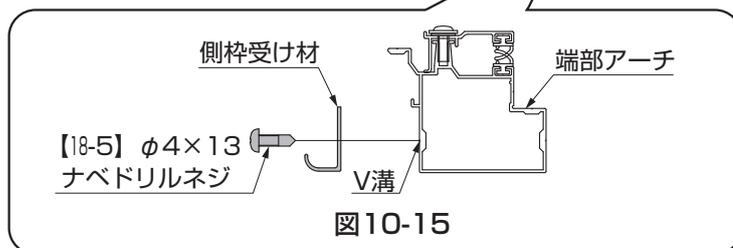

図10-15
- 端部アーチのV溝をねらって【18-5】を取付けてください。(図10-15参照)
(3) 端部アーチ側枠の取付け